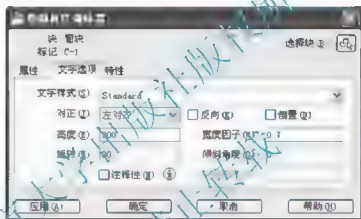

图 3.80 修改宽度因子
- (1) 双击刚才插入的“窗”图块，打开【增强属性编辑器】对话框。
- (2) 在【文字】选项卡中，将宽度因子由“0.98”修改为“0.7”，如图 3.80 所示。
- (3) 单击【确定】按钮关闭对话框。